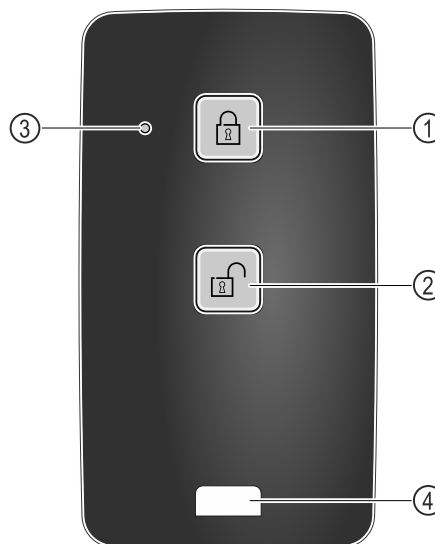

Fig. 219
- (1) Schloss verriegeln
- (2) Schloss entriegeln
- (3) Status LED
- (4) Befestigungsöse
- Taste Fig. 219 (1) auf der Fernbedienung drücken.
- Taste Fig. 219 (2) auf der Fernbedienung drücken.
- Status-LED Fig. 219 (3) gibt bei Tastendruck eine optische Rückmeldung.
- Öse Fig. 219 (4) zur Befestigung der Fernbedienung, zum Beispiel an einem Schlüsselbund.